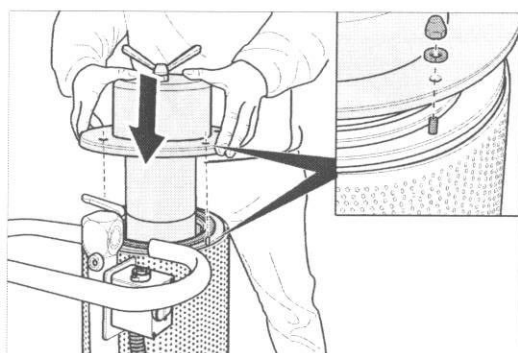

Fig. 31 Mettez en place le couvercle et serrez à la main les écrous-chapeaux avec les rondelles!
- 4 Placez les rondelles sur les filetages des boulons en saillie dans le couvercle et vissez les écrous-chapeaux. Vissez-les uniquement **à la main** et **pas à fond** (fig. 31).